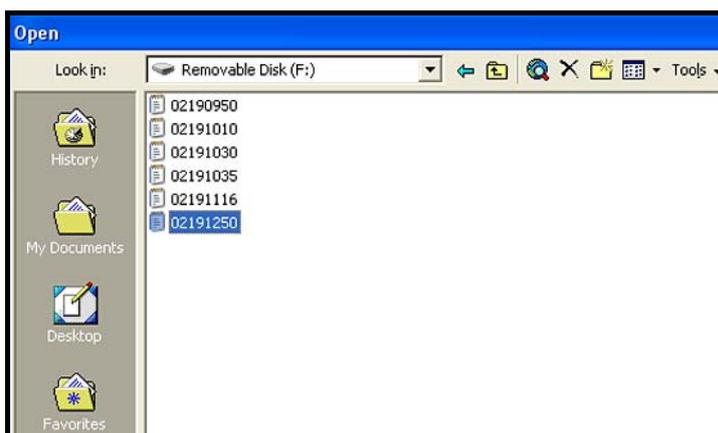

図 58 : 開くログファイルを選択する
5. 目的のログファイル名をクリックします（下の図 58 を参照）。